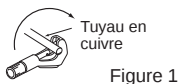

Figure 1
- Coupez correctement le tuyau en cuivre avec un coupe-tuyaux. (Figure 1, 2)